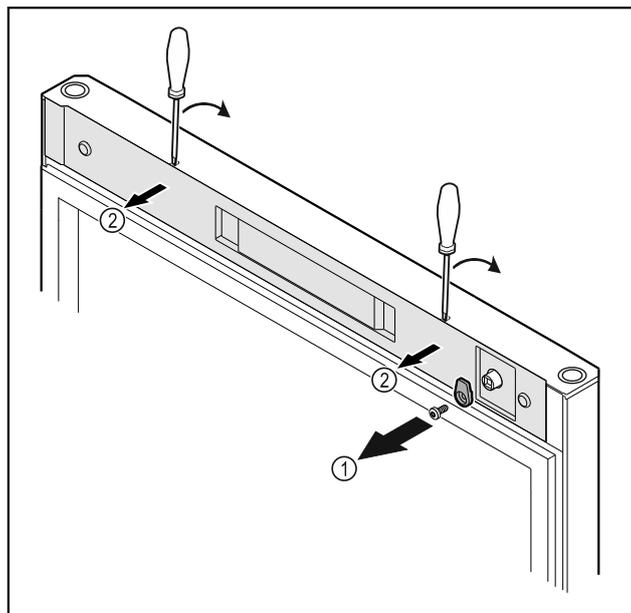

Fig. 18
- ▶ Svitare i ganci di chiusura Fig. 18 (1).
- ▶ Disinnestare la copertura Fig. 18 (1) con l'ausilio di un piccolo cacciavite e rimuoverla.